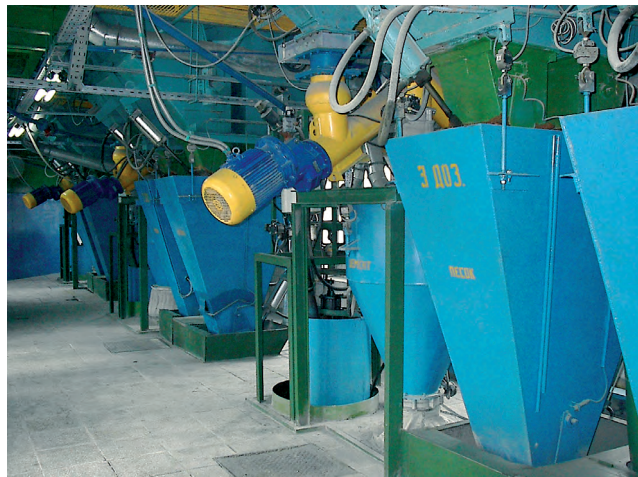

Рис. 1. Дозаторное отделение бетоносмесительного цеха
- двадцать три весовых дозатора (рис. 1);